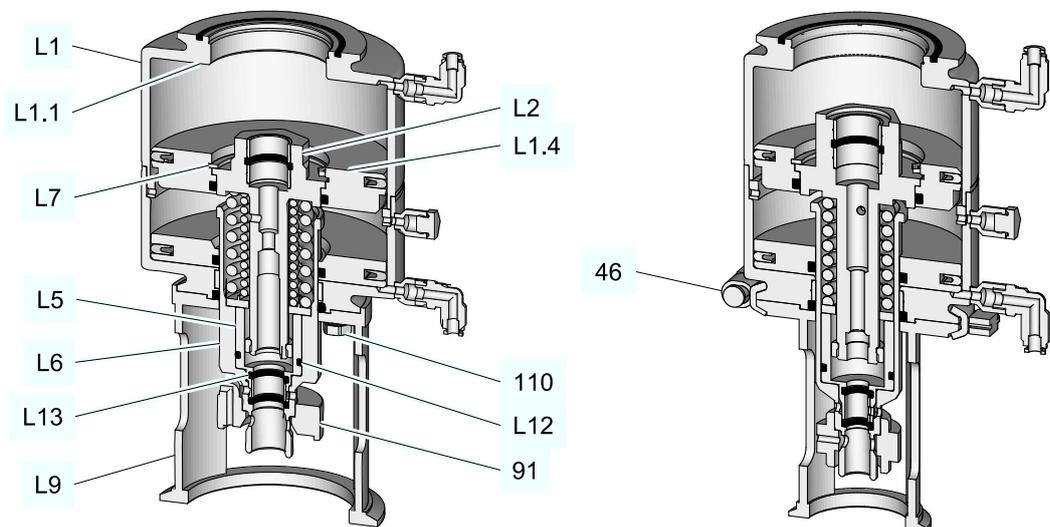

Abb.28
6. **Nennweiten bis 2" OD und DN 50:** Klemmverbindung (46) lösen und entfernen, siehe Abb. 28.
Nennweiten ab 2,5" OD und DN 65: Sechskantschrauben (110) mit Maulschlüssel lösen und herausschrauben, siehe Abb. 28.